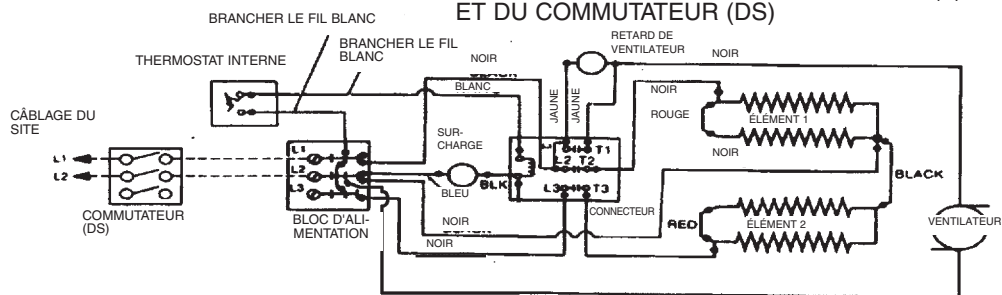

Figure 3
5. Déposer le capot de fil du devant du radiateur et passer T1 et T2 (et T3 pour du tri-phasé) du commutateur au bloc d'alimentation du radiateur (voir le schéma de câblage, figure 3).
3. Retirer le capot de câblage sur le devant du radiateur et câbler T1 et T2 (et T3 pour du tri-phasé) du commutateur au bloc d'alimentation du radiateur. Voir le schéma de câblage, figure 3.
2. Brancher les fils blancs du radiateur aux bornes "L2" et "cycle" sur le thermostat, comme illustré dans le diagramme de câblage, figure 3.